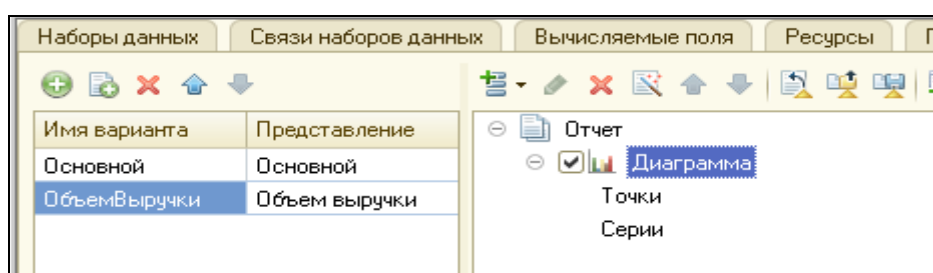

Рисунок 4.37 Второй вариант настройки отчета Выручка мастеров с диаграммой
4. Добавим в структуру отчета диаграмму. Выделить корневой элемент **Отчет** правой кнопкой мыши и выполнить пункт **Новая диаграмма** (рис. 4.37).